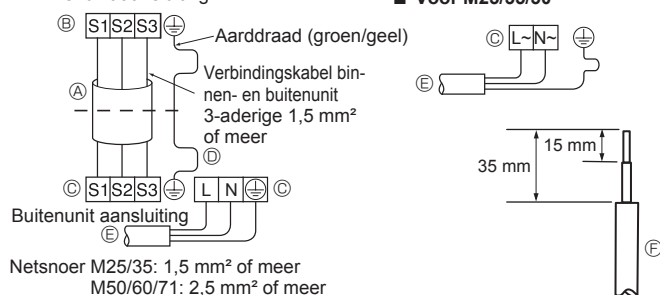
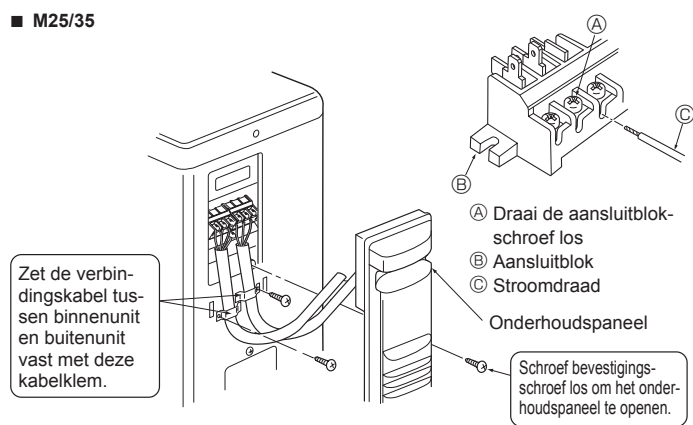
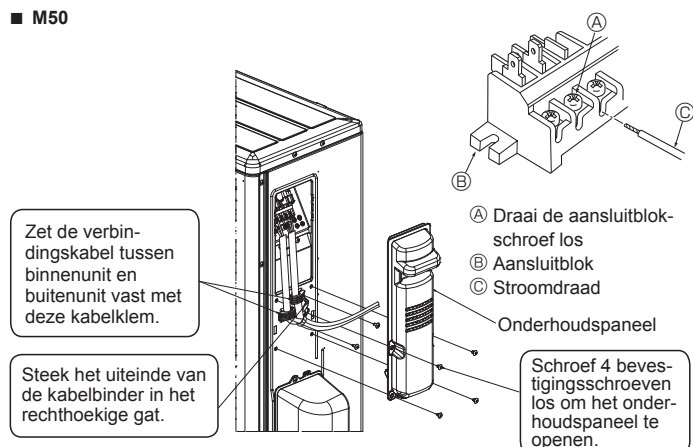
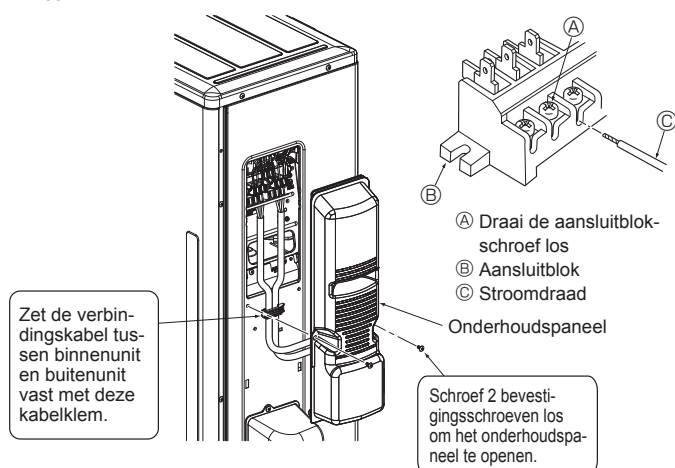

Fig. 6-2
Fig. 6-3
Fig. 6-4
Fig. 6-5
6.1. Buitenunit (Fig. 6-1, Fig. 6-2, Fig. 6-3, Fig. 6-4, Fig. 6-5)
- ① Verwijder het onderhoudspaneel.
- ② Sluit de kabels aan volgens Fig. 6-1, Fig. 6-2, Fig. 6-3, Fig. 6-4 en Fig. 6-5.
- Leg de bedrading aan zoals aangegeven in het diagram links onderaan. (Schaf de kabel ter plaatse aan) (Fig. 6-2)
- (A) Aansluitkabel
- (B) Aansluitblok voor binnenunit
- (C) Aansluitblok voor buitenunit
- (D) Sluit altijd een aardingsdraad aan die langer is dan de andere kabels.
- (E) Voedingskabel
- (F) Stroomdraad